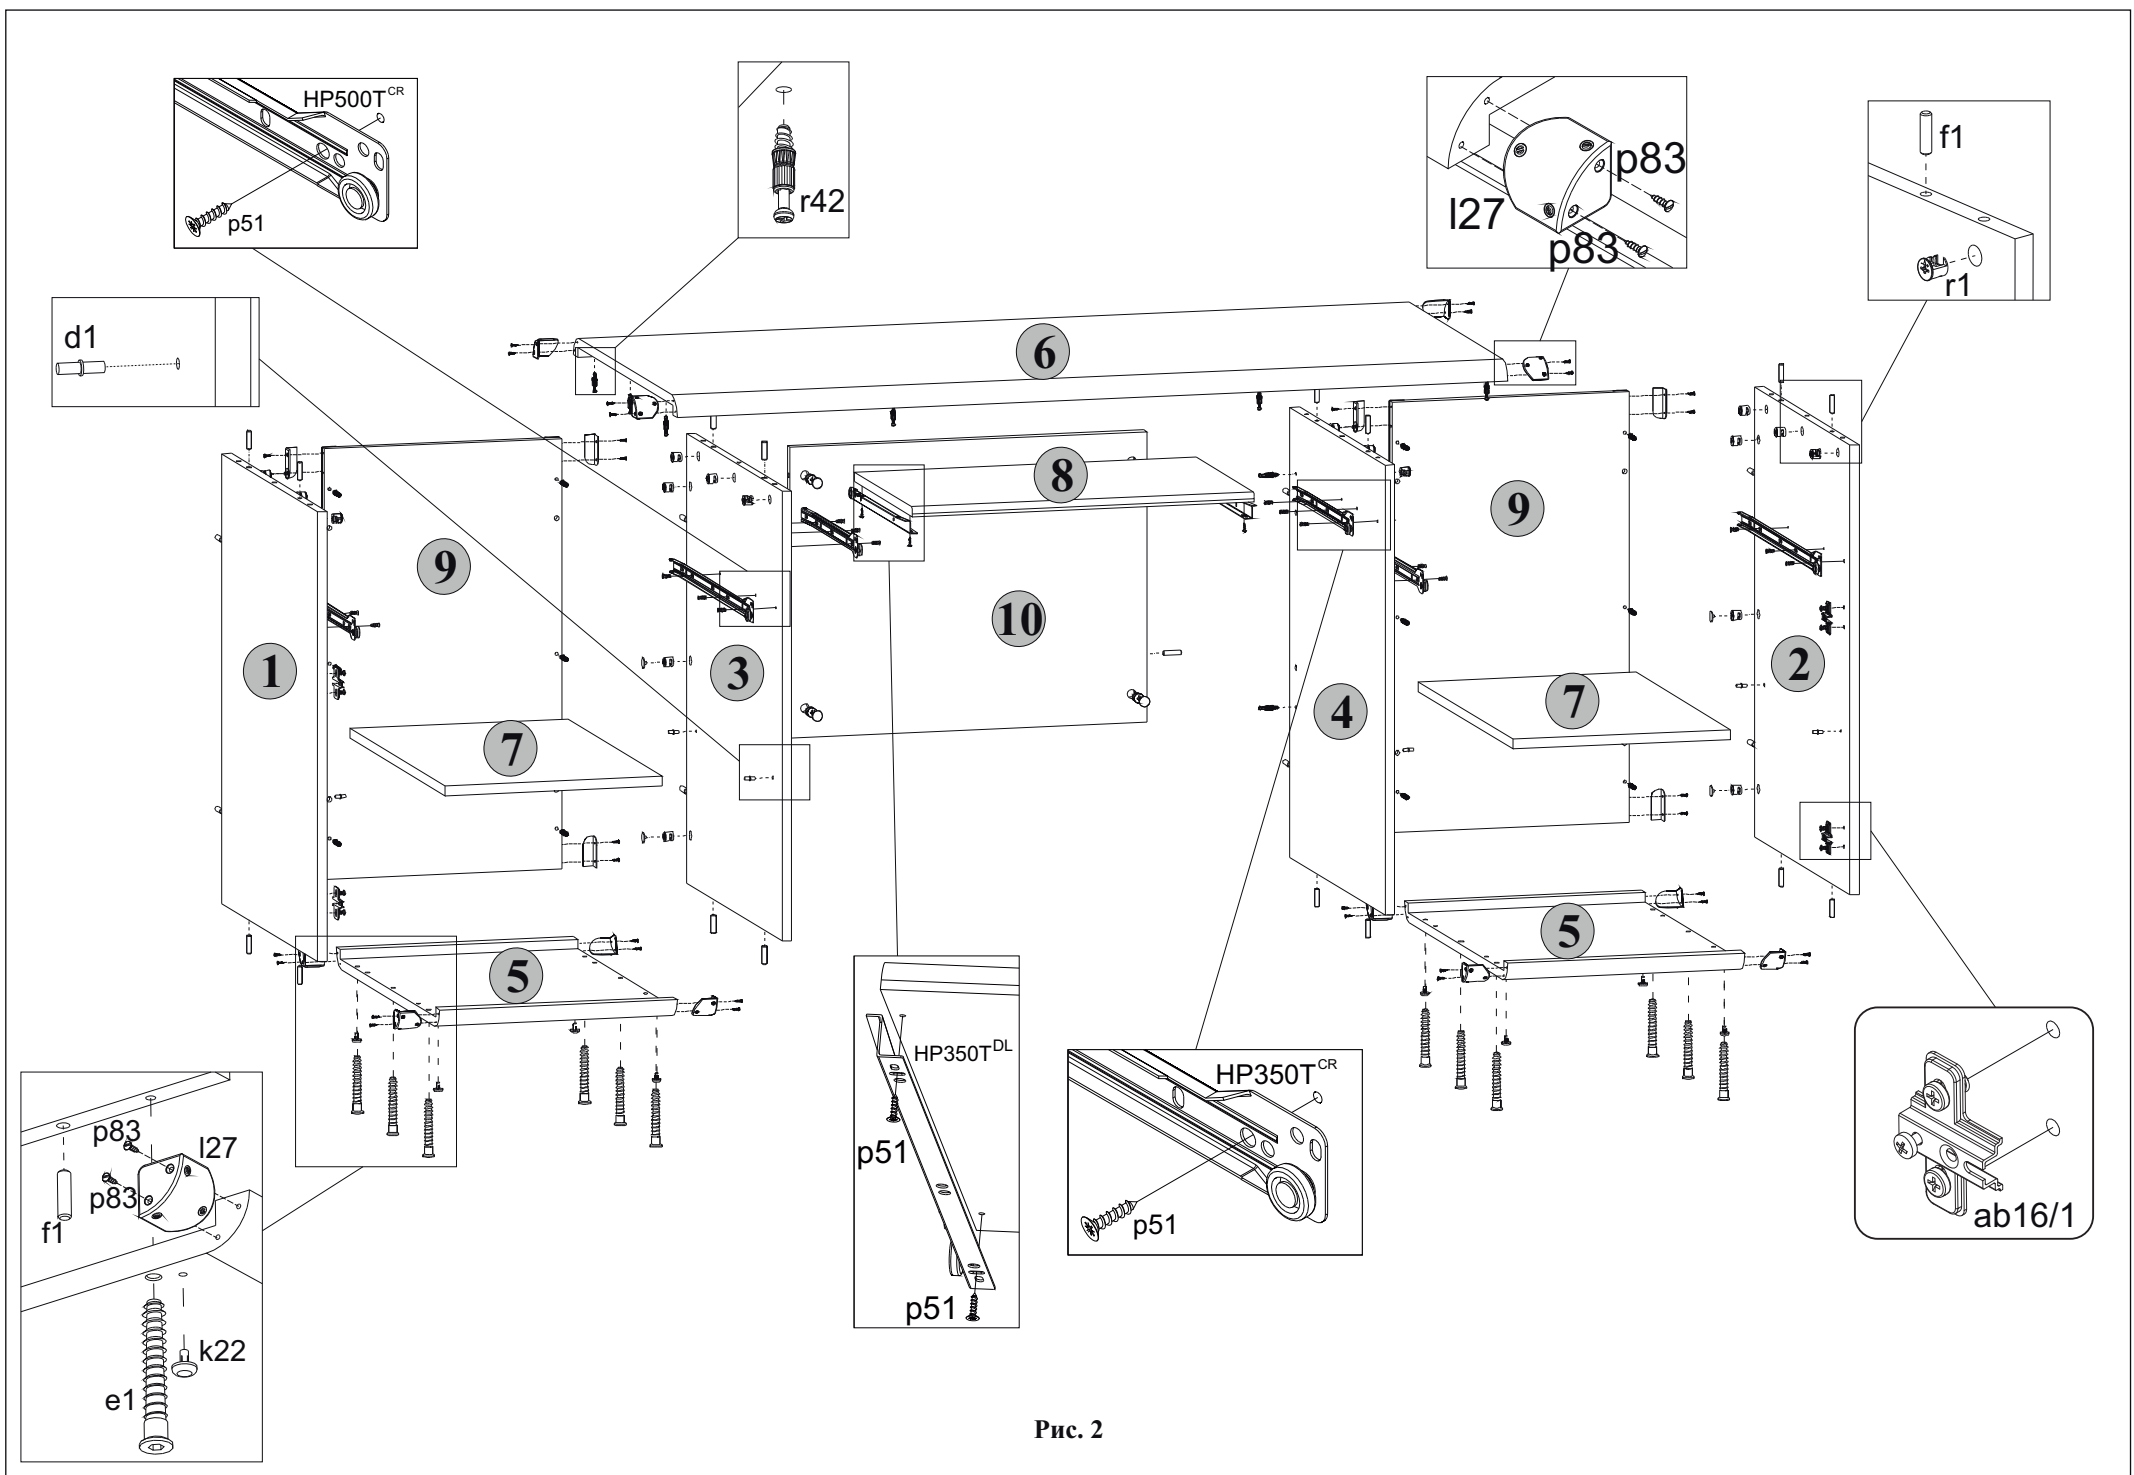

Рис. 2
5.5 В отверстия диаметром **5 мм** у фасадных кромок на правой поверхности стенки боковой **1** и на левой поверхности стенки боковой **2**, закрепить направляющие петель **ab16/1**, пользуясь крестообразной отверткой (**см.рис. 2**).
5.6 В отверстия диаметром **5 мм** на правой поверхности стенки боковой **1**, на левой поверхности стенки боковой **2**, на левой поверхности стенки средней **3** и на правой поверхности стенки средней **4** вставить полкодержатели **d1** (**см.рис. 2**).
5.7 В отверстия диаметром **5 мм** на передних поверхностях деталей **9**, на нижней поверхности щита верхнего **6**, на правой поверхности стенки средней **3** у задней кромки и на левой поверхности стенки средней **4** у задней кромки вкрутить винты стяжки **g42**, пользуясь крестообразной отверткой (**см.рис. 2**).
5.8 На правой поверхности стенки боковой **1**, на левой поверхности стенки средней **3**, на правой поверхности стенки средней **4**, на левой поверхности стенки боковой **2** и на передней поверхности щита **10** в отверстия диаметром **15 мм** вставить стяжки эксцентриковые **r1**(**см.рис. 2**).
5.9 В отверстия диаметром **5 мм** на нижних поверхностях щитов нижних **5** вставить опоры полимерные **k22**(подпятники) (**см.рис. 2**).
5.11 К деталям **1** и **3** присоединить щит нижний **5** и стянуть еврошурупами **e1**, пользуясь специальным ключом **z1** из комплекта фурнитуры (**см.рис. 2**).
5.14 К правой поверхности стенки средней **3** присоединить щит **10** и затянуть стяжки эксцентриковые **r1**, пользуясь специальным ключом **z1** из комплекта фурнитуры. Стяжки эксцентриковые закрыть заглушками **s2** (**см.рис. 2**).
5.16 К деталям **2** и **4** присоединить щит нижний **5** и стянуть еврошурупами **e1**, пользуясь специальным ключом **z1** из комплекта фурнитуры (**см.рис. 2**).
5.19 К левой поверхности стенки средней **4** присоединить щит **10** и затянуть стяжки эксцентриковые **r1**, пользуясь специальным ключом **z1** из комплекта фурнитуры. Стяжки эксцентриковые закрыть заглушками **s2** (**см.рис. 2**).
5.20 К стенкам боковым **1** и **2**, а также к стенкам средним **3** и **4** присоединить щит верхний **6** и затянуть стяжки эксцентриковые **r1**, пользуясь специальным ключом **z1** из комплекта фурнитуры (**см.рис. 2**).
5.2 В отверстия диаметром **8 мм** на задних, верхних и нижних кромках стенок боковых **1** и **2**, на задних, верхних и нижних кромках стенок средних **3** и **4**, на боковых кромках щита **10** вбить деревянные шканты **f1** (**см.рис. 2**).